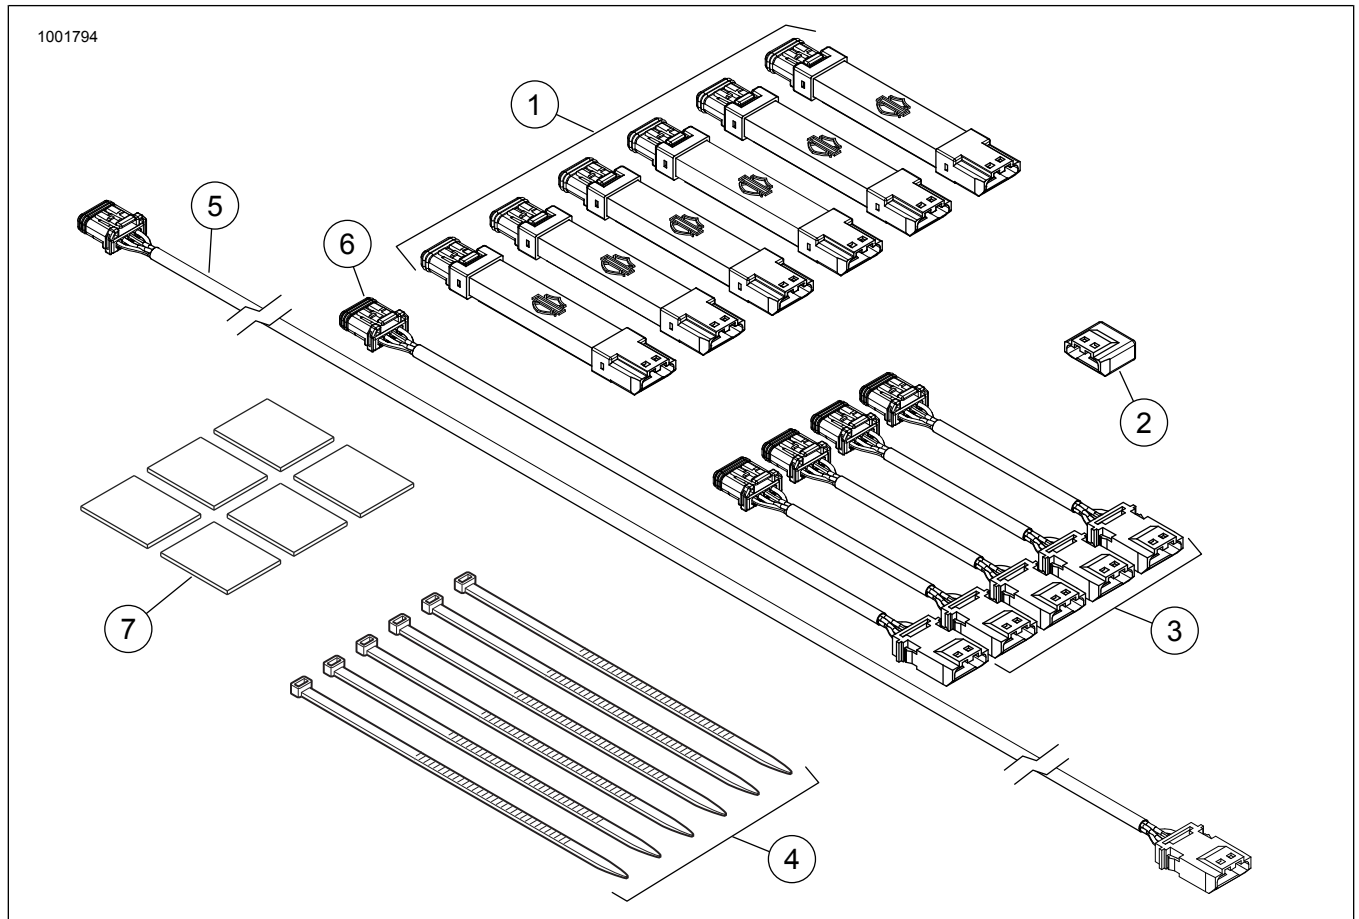

Abbildung 2. Ersatzteile, Spectra-Glo-Lichtsockelsätze
Siehe Abbildung 2 und Siehe Tabelle 1.
2. Abbildung 2 Lichtsockel (1) und Kabelbäume (3, 5 und 6) in gewünschter Konfiguration einbauen.